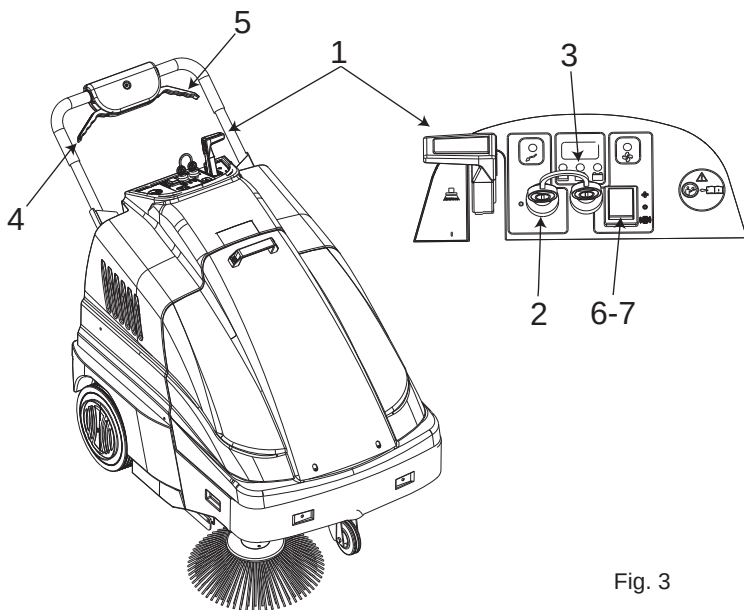

Fig. 3
- Sett kostespaken (pos. 1 Fig. 3) i posisjonen "0".
- Kontroller at sidekosten pos. 1 Fig 3 er i posisjonen "0".
- Sett nøkkelskifteren pos. 2 Fig. 3 i posisjonen "I".
- Etter å ha dreid nøkkelen venter du i omtrent 10 sek. før maskinen starter opp. Kontroller med signalinnretningen pos. 3 Fig. 3 at batteriet er fullstendig ladet før du begynner å arbeide. I motsatt fall må du sette batteriet på lading.
- Start støvsugeren ved å sette bryteren pos. 7 Fig. 3 i posisjonen "I".
Slå av støvsugeren ved å sette bryteren pos. 7 Fig. 3 i posisjonen "0" når du flytter maskinen.
- Trekk i trekkspaken pos. 4 Fig. 3 og fortsett med rengjøringen. Start om nødvendig spaken pos. 1 Fig. 3 ved å sette den i posisjonen "I" for å sette inn sidekosten. Når arbeidet er over setter du spaken for sidekosten, hvis den brukes på "0", slår av maskinen og tar nøklene ut fra kontrollpanelet.
Varigheten av batteriladingen avhenger av det ordinære vedlikeholdet og av utladingsnivået. Ikke la batteriladingen synke under grensen som er angitt av varsellampene i pos. 3 Fig.3. Når maksnivået for lossing er nådd stanser maskinen og den må så lades opp igjen før den kan brukes på nytt.